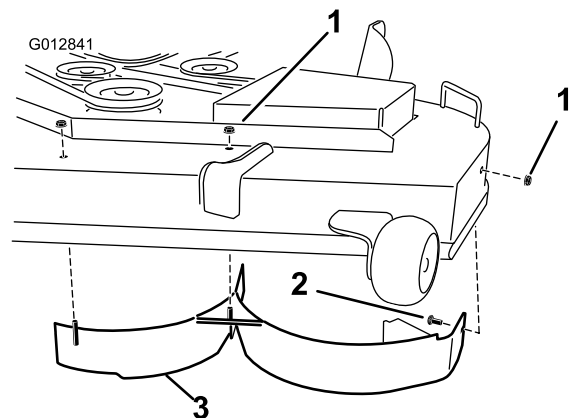

Bild 4
12. Befestigen Sie das linke Ablenkblech am Mähwerk, wie in Bild 4 dargestellt. Befestigen Sie die geschweißten Pfosten des linken Ablenkblechs mit zwei Sicherungsmuttern (5/16 Zoll) oben am Mähwerk in der Mitte und links von der Mitte. Ziehen Sie die Befestigungen mit der Hand fest.